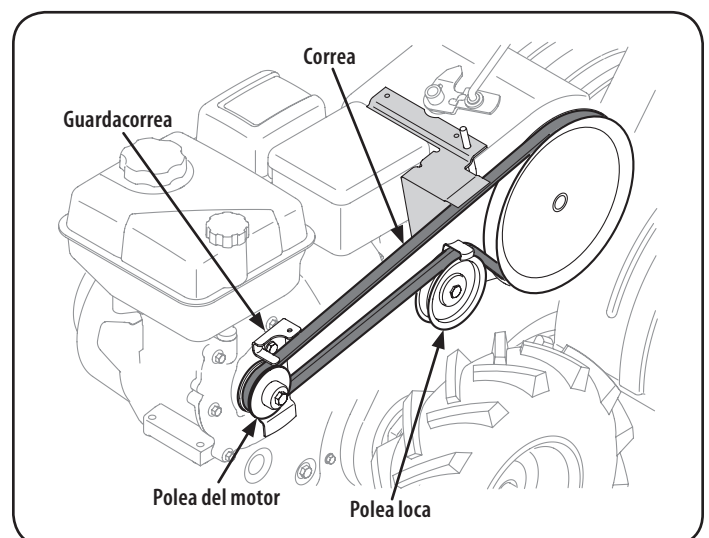

Figura 28
3. Retire el conjunto del guardacorreas de la correa ubicado detrás de la polea del motor extrayendo los dos pernos hexagonales y las arandelas de seguridad. Vea la Figura 28.
4. Extraiga la polea loca retirando el perno y la tuerca. Vea la Figura 28.
5. Extraiga la correa usada e instale una nueva. Siga las instrucciones en orden inversa para reinstalar el guardacorreas y la cubierta de la correa. Vea la Figura 28.